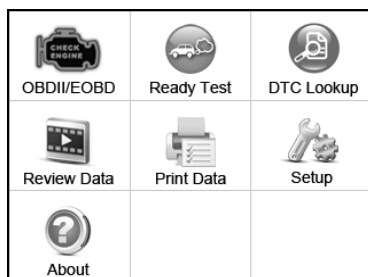

Figura 3.1
- 1) Desde la pantalla principal (Figura 3.1), utilice el botón ARRIBA / ABAJO de desplazamiento y botón de desplazamiento IZQUIERDA / DERECHA para seleccionar DTC de búsqueda y pulse el botón OK.